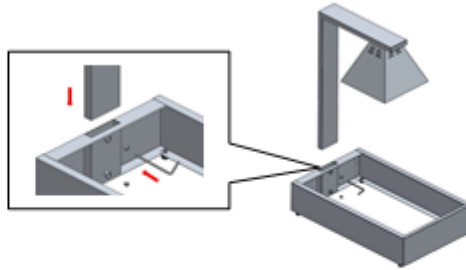

Fig.2
3. Insérez le support d'ampoule assemblé dans le récipient du chauffe-plats et fixez-le en serrant les vis [Fig. 2].